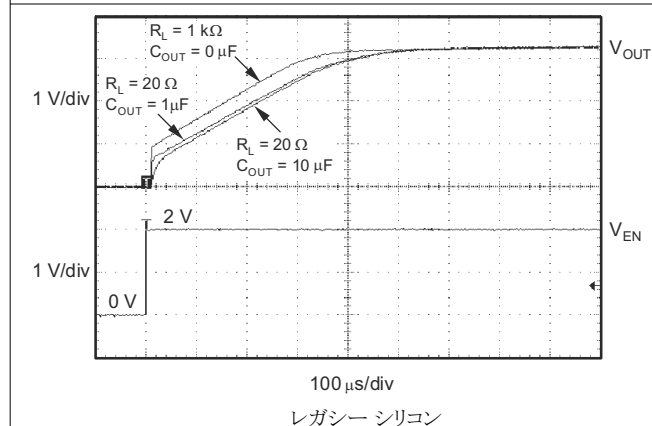

図 5-39. TPS73233 のターンオン応答
イネーブルピン (EN) はアクティブ High であり、標準の TTL-CMOS レベルと互換です。イネーブルピン (EN) はアクティブ High であ標準的な TTL-CMOS レベルと互換性があります。 V_{EN} が 0.5V (最大値) 未満になると、レギュレータはオフになり、GND ピンの電流は約 10nA にまで低下します。EN ピンを使用してレギュレータをシャットダウンすると、すべての電荷がパストランジスタのゲートから除去されます。 V_{EN} が 1.7V (最小値) を超えるとレギュレータはオンになり、出力は制御された V_{OUT} に戻ります (詳細は図 5-39を参照)。